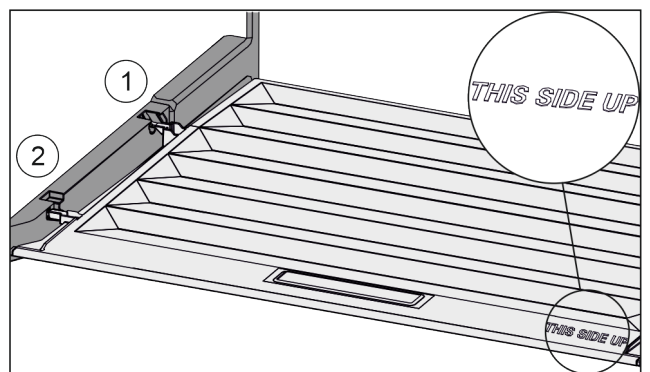

*Fig. 115*
- ▶ Pokrov povlecite naprej *Fig. 115 (1)* do odprtine v držalnih delih.
- ▶ Zadaj ga od spodaj dvignite in odstranite *Fig. 115 (2)* navzgor.